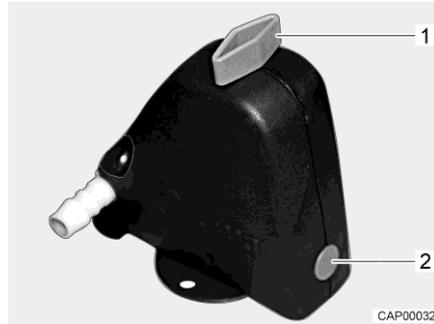
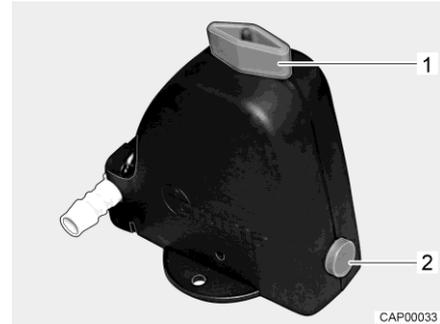

Bild 90 Sicherheits-/Ablassventil geschlossen
Bild 91 Sicherheits-/Ablassventil geöffnet
- Sicherheits-/Ablassventil (Bild 90) öffnen. Dazu Drehknopf (Bild 90,1) längs zum Sicherheits-/Ablassventil drehen. Der Druckknopf (Bild 90,2) springt heraus. Das geöffnete Sicherheits-/Ablassventil ist in Bild 91 dargestellt.